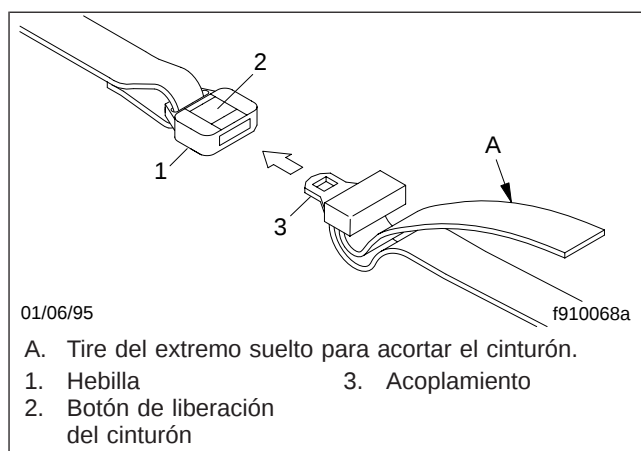

Figura 5.10, Cómo ajustar el dispositivo de retención de la litera
3. Después de que el cinturón esté conectado, acórtelo tirando del extremo suelto hasta que el cinturón esté ceñido, pero cómodo. Asegúrese de que no se tuerzan los cinturones. Vea la **Figura 5.10**.